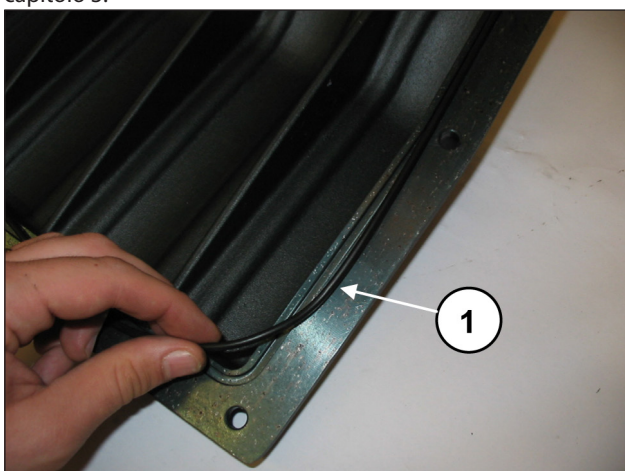
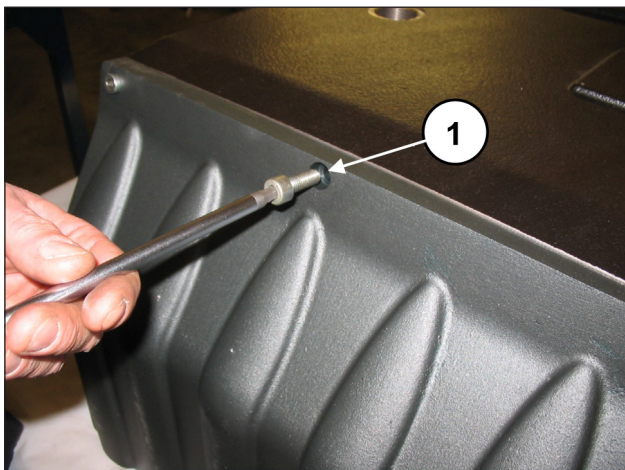

Fig. 91
Fig. 92
Inserire l'O-ring nel coperchio posteriore (pos. ①, Fig. 91) e fissarlo al carter mediante 10 viti M8x20 (pos. ①, Fig. 92). Tarare le viti con chiave dinamometrica come indicato nel capitolo 3.